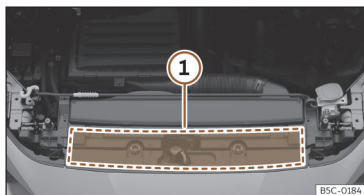

Fig. 230 No compartimento do motor: zona de localização da etiqueta de óleo do motor
tor >>> **Fig. 230** (1). Se utilizar o óleo do motor recomendado, é possível corrigir o nível do enchimento tantas vezes quantas forem necessárias.